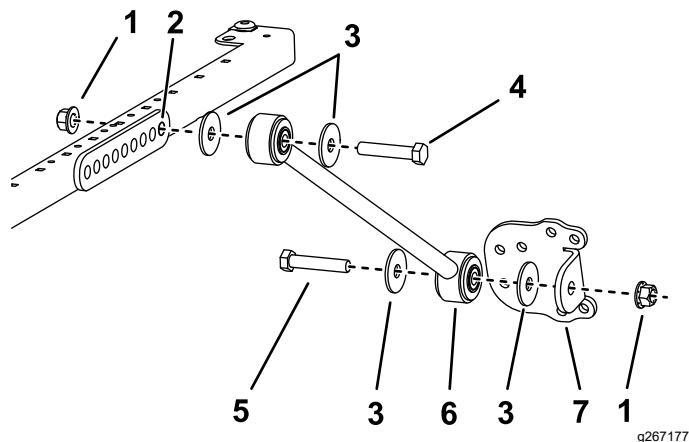

Рисунок 33
- На моделях 03820, 03821, 30604, 30605, 30608 и 30609 с каждой стороны рамы солнцезащитного навеса прикрепите, не затягивая, подпорку к **заднему** отверстию кронштейна подпорки с помощью болта ($\frac{1}{2} \times 2\frac{1}{2}$ дюйма), шайбы ($\frac{1}{2}$ дюйма) и фланцевой гайки ($\frac{1}{2}$ дюйма), как показано на Рисунок 33.
11. Прикрепите, не затягивая, кронштейн подпорки к каждой подпорке с помощью болта ($\frac{1}{2} \times 2\frac{1}{2}$ дюйма), шайбы ($\frac{1}{2}$ дюйма) и фланцевой гайки ($\frac{1}{2}$ дюйма), как показано на Рисунок 33.